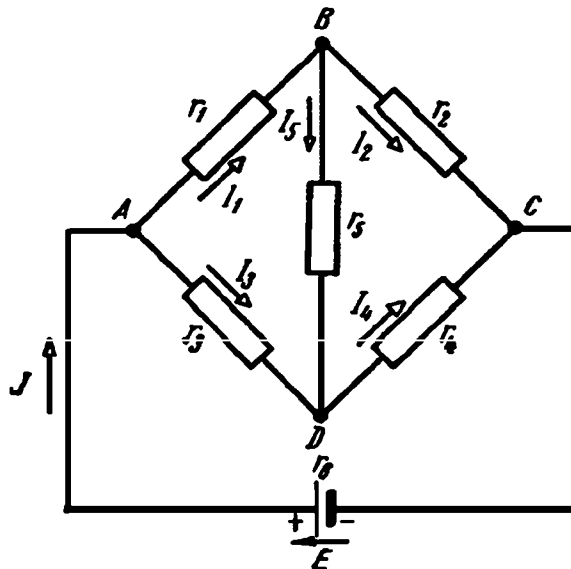

Рис. 1.33. Схема к расчетному заданию 2
*Задание 2:* определить ток  $I_5$  в диагонали схемы моста (рис. 1.33), сопротивление которой  $r_5 = 100 \text{ Ом}$ , если сопротивления плеч моста  $r_1 = 40 \text{ Ом}$ ,  $r_2 = 20 \text{ Ом}$ ,  $r_3 = 60 \text{ Ом}$ ,  $r_4 = 30 \text{ Ом}$ , а ЭДС источника  $E = 12 \text{ В}$  и внутреннее сопротивление его  $r_{в} = 4 \text{ Ом}$ .